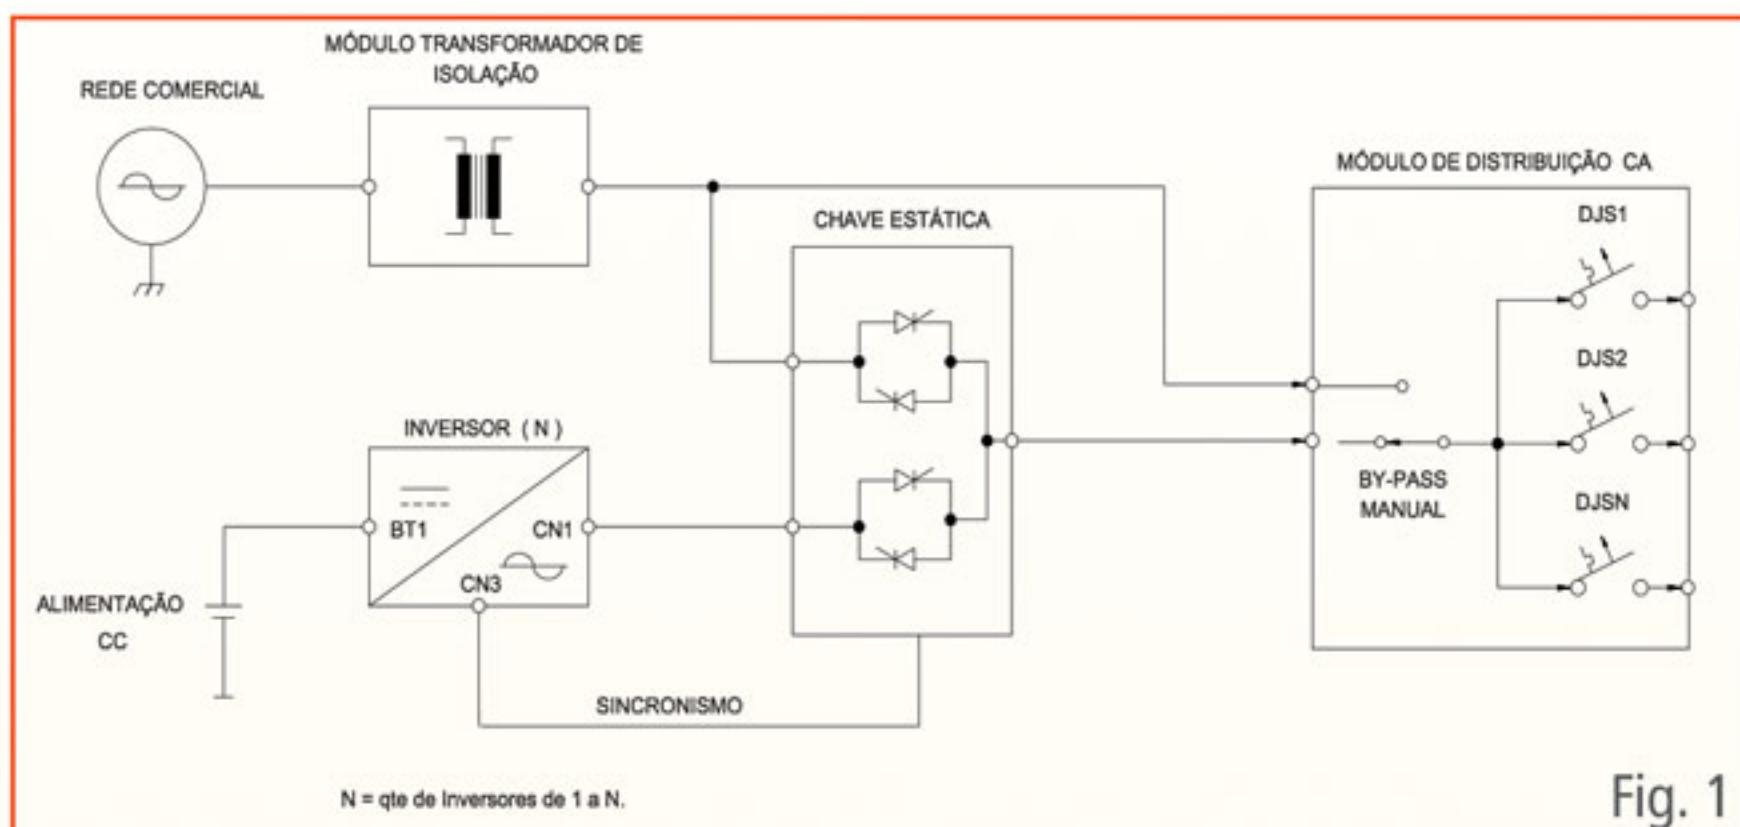

Fig. 1
Nos Sistemas Redundantes (N x 1 + 0) - **Fig. 1**, utiliza-se normalmente o Inversor , ou conjunto de Inversores(N) Paralelos (com sharing de corrente), como Fonte Principal , e a Rede CA / Gerador como Fonte Alternativa.